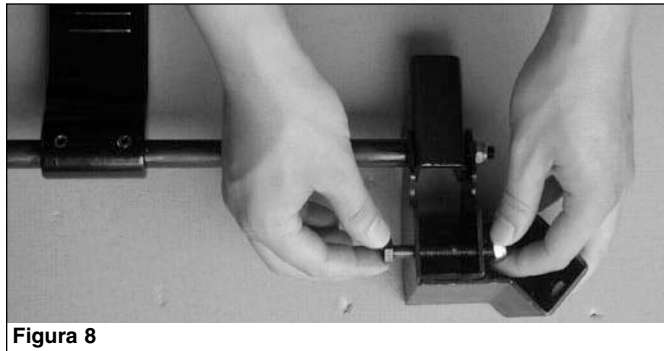

Figura 8
- Consulte la Figura 8; afloje y extraiga el perno y la tuerca hexagonal del soporte.